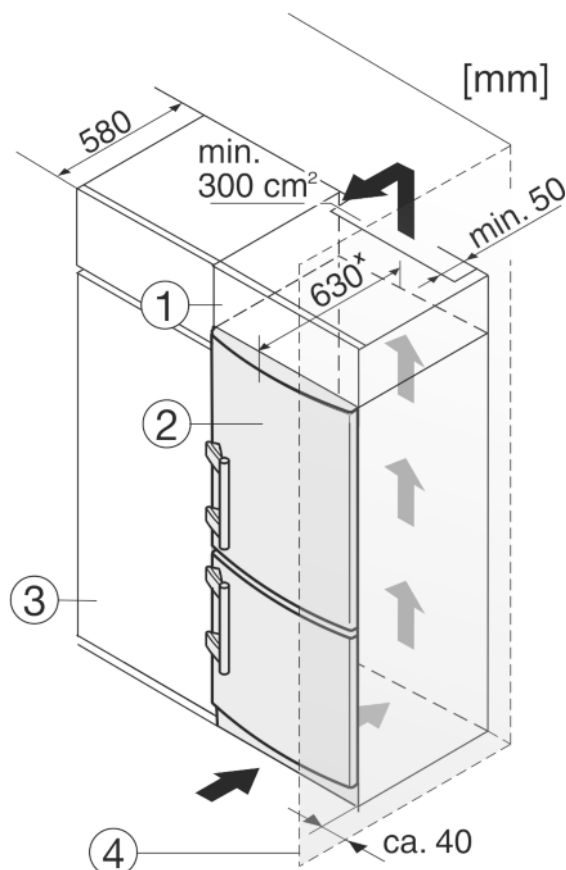

Fig. 9
- (1) Nástavbová skříň (3) Kuchyňská skříň
(2) Spotřebič (4) Stěna
Zařízení lze zabudovat do vybavení kuchyně. K vyrovnání přístroje Fig. 9 (2) na výšku kuchyňské linky lze na přístroj nasadit odpovídající nástavec Fig. 9 (1).
Při montáži do kuchyňských skříní (hloubka max. 580 mm) lze přístroj instalovat hned vedle kuchyňské skříně Fig. 9 (3). Přístroj přesahuje přední stěnu kuchyňské skříně na stranách o 34 mm* a uprostřed o 50 mm*.
Když se přístroj instaluje závěsy vedle stěny Fig. 9 (4), musí být vzdálenost přístroje od stěny alespoň 40 mm. To odpovídá přesahu madla při otevřených dveřích.